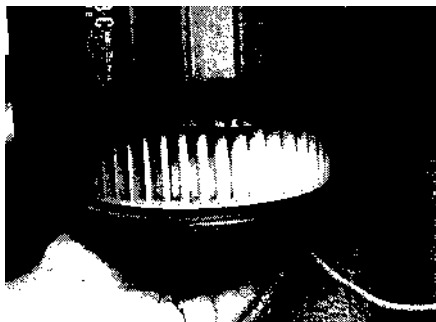

Рис. 11.4. Выньте электромотор вентилятора отопителя из корпуса
- 4 Вытащите вентилятор вертикально вниз из корпуса (см. рис. 11.4).